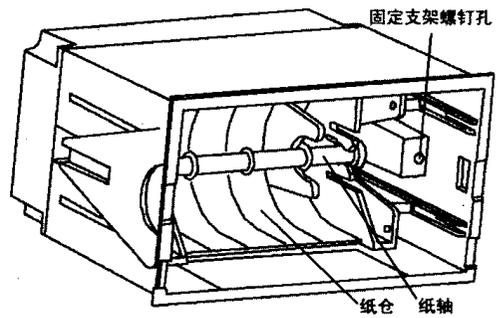

图 1-2
- ③从打印机纸仓中拉出纸卷轴，如图 1-2 示。如果打印机上已有纸卷，可跳过这步，到第⑤步。